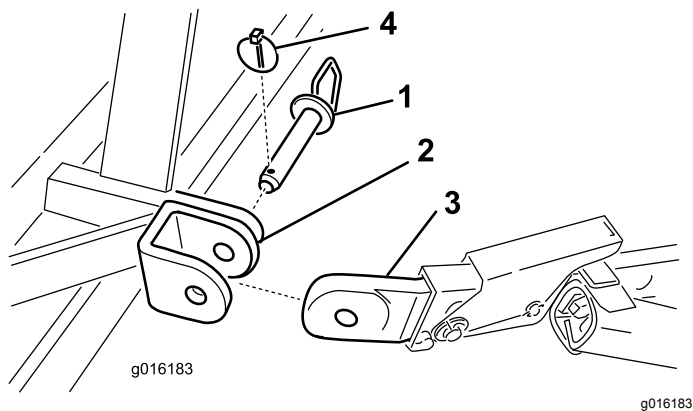

Figura 4
- Sujete los brazos de enganche inferiores a los soportes de montaje del aireador con pasadores de enganche y pasadores de seguridad (Figura 4).